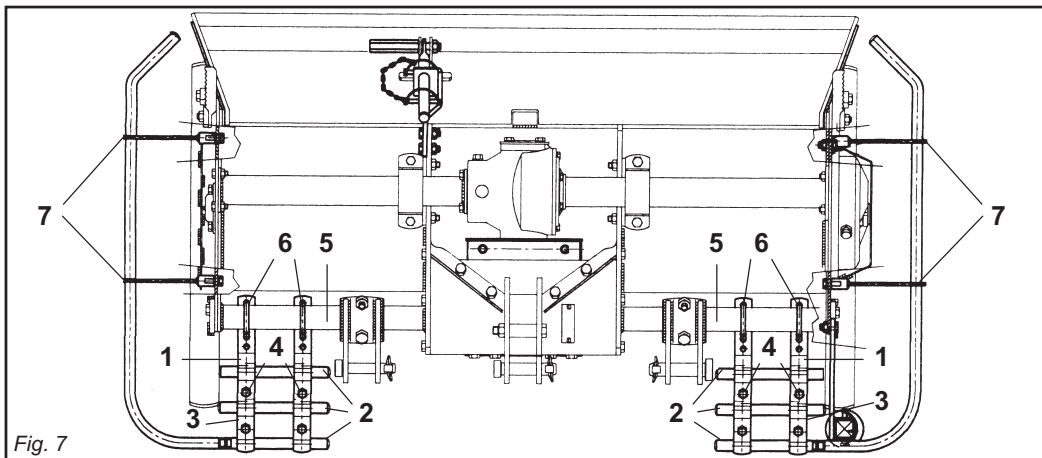

Fig. 7
- Il gruppo delle protezioni, composto dall'attacco (1 Fig. 7) che fa da fermo per i tubi (2 Fig. 7) bloccati dalla staffa (3 Fig. 7) e dalle viti (4 Fig. 7), è fissato al tubo quadro anteriore (5 Fig. 7) mediante i cavallotti (6 Fig. 7), e va posizionato uno a destra e uno a sinistra il più esternamente possibili.
- Lateralmente, su entrambe le fiancate, vanno fissate tramite le viti delle protezioni sagomate (7 Fig. 7).
- *The protection unit, consisting of the coupling (1 Fig. 7) that acts as a clamp for the pipes (2 Fig. 7) locked by the bracket (3 Fig. 7) and by the screws (4 Fig. 7), is fixed to the square front pipe (5 Fig. 7) by the U-bolts (6 Fig. 7) and should be positioned as far outwards as possible, one on the right and the other on the left.*
- *The shaped protections should be fixed laterally with screws to both the sides (7 Fig. 7).*
- Le groupe des protections, comprenant l'attelage (1 Fig. 7) qui sert de butée pour les tubes (2 Fig. 7) bloqués par la bride (3 Fig. 7) et par les vis (4 Fig. 7), est fixé au tube carré avant (5 Fig. 7) par des crampons (6 Fig. 7). Positionner une protection à droite et une à gauche, le plus possible à l'extérieur.
- Les protections galbées doivent être fixées latéralement, des deux côtés avec les vis des protections (7 Fig. 7).
- *Die Gruppe der Schutzvorrichtungen, die sich aus dem Anschluß (1 Abb. 7), der zur Arretierung für die Rohre (2 Abb. 7) dient, die durch den Bügel (3 Abb. 7) blockiert werden, und den Schrauben (4 Abb. 7) zusammensetzt, wird am vorderen Vierkantröhr (5 Abb. 7) mit den U-Bolzen (6 Abb. 7) befestigt. Eine davon ist rechts und eine links, so weit wie möglich außen anzubringen.*
- *Seitlich auf den beiden Seitenteilen sind die geformten Schutzteile (7 Abb. 7) mit Schrauben zu befestigen. Um die besten Leistungen des Maschine zu erhalten, immer die folgenden Anleitungen beachten.*
- El grupo de las protecciones, compuesto por la conexión (1 Fig. 7) que funciona como bloqueo de los tubos (2 Fig. 7) bloqueados a su vez por el soporte (3 Fig. 7) y por los tornillos (4 Fig. 7), está fijado en el tubo cuadrado anterior (5 Fig. 7) mediante los pernos de U (6 Fig. 7) y debe ser emplazado uno a la derecha y uno a la izquierda lo más externamente posible.
- Lateralmente, sobre ambos lados, debemos fijar mediante los tornillos las protecciones molduradas (7 Fig. 7).